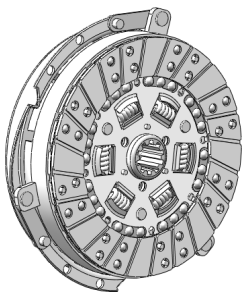

图 5-48 阵列铆钉
STEP 4 阵列导入的传动片和铆钉，效果如图 5-48 所示。